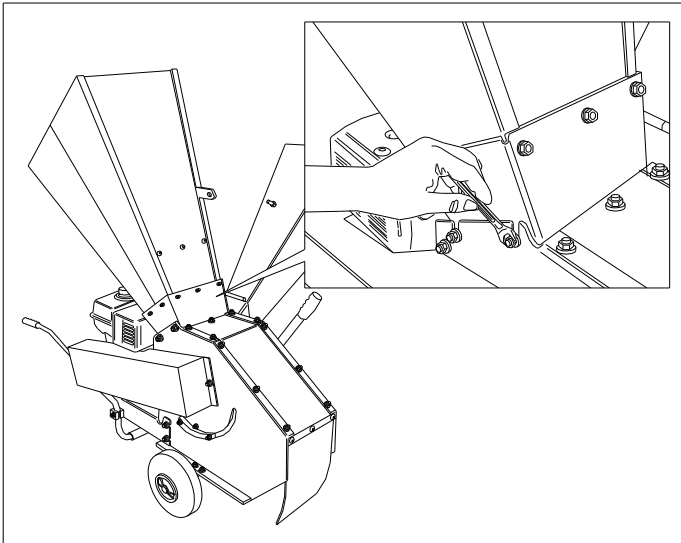

Fig. 5
- détacher le crochet de fermeture indiqué fig. 5 .